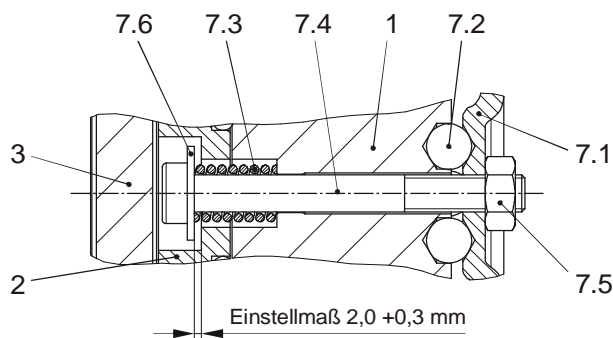
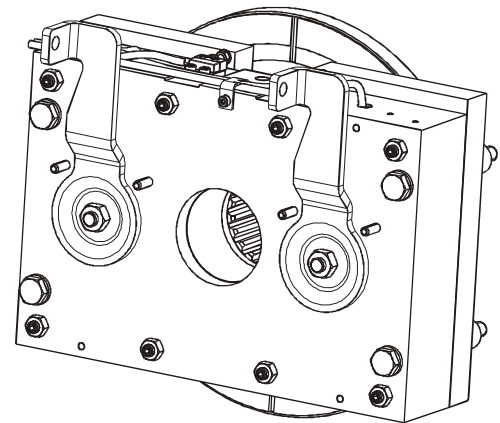

Bild 6
Bild 7 (Handlüftung für Bowdenzug)
Ein Lüften der Bremse erfolgt durch gleichzeitiges Auslenken der beiden Handlüfthebel (7.1) siehe Bild 7 und 8. Durch das Abheben der Handlüfthebel (7.1) von den Stahlkugeln (7.2) werden die beiden Zylinderschrauben (7.4) inkl. Scheiben (7.6) zusammen mit der Ankerscheibe (2) gegen den Spulenträger (1) gezogen (Bild 6). Der Rotor (3) ist danach frei und die Bremse dadurch gelüftet.